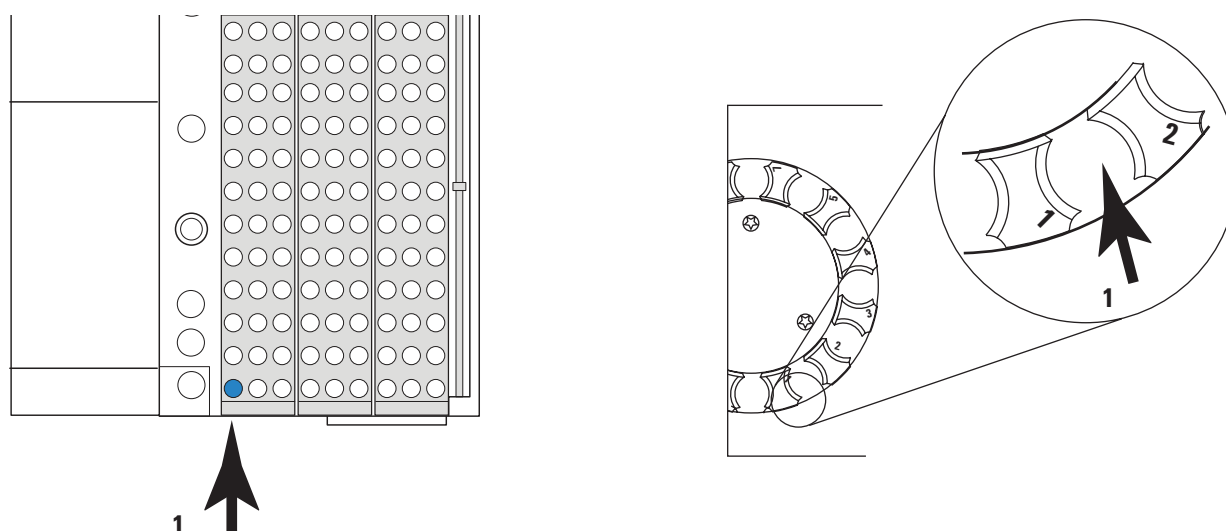

図 16 トレイバイアル位置 1
- a トレイカバーを開きます。各バイアル位置の左側のラベルが、その位置の番号を表します。図 16 および図 17 を参照してください。